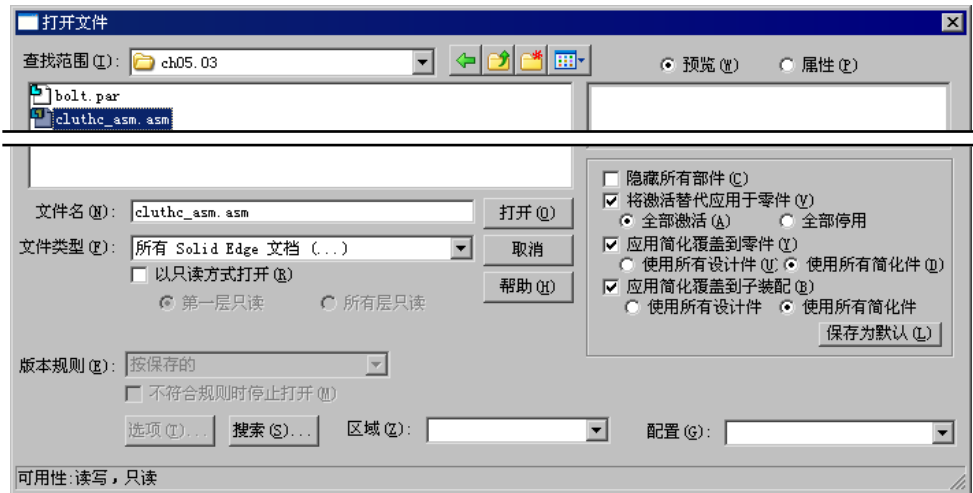
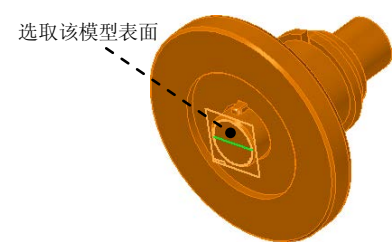
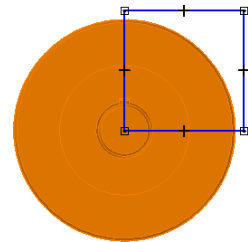

图 5.3.1 “打开文件”对话框
图 5.3.2 定义参考平面
图 5.3.3 绘制草图
Step1. 打开文件。选择下拉菜单  **打开(O)** 命令，选择目录 D:\sest4.12\work\ch05\ch05.03 中的 cluthc_asm.asm 文件，在“打开文件”对话框中设置图 5.3.1 所示的参数，然后单击 按钮，系统进入装配环境。
- (1) 单击 **PMI** 选项卡 **模型视图** 区域中的  命令，系统弹出“剖面”命令条。
- (2) 然后选择图 5.3.2 所示的模型表面为参考，绘制图 5.3.3 所示的草图，单击“关闭